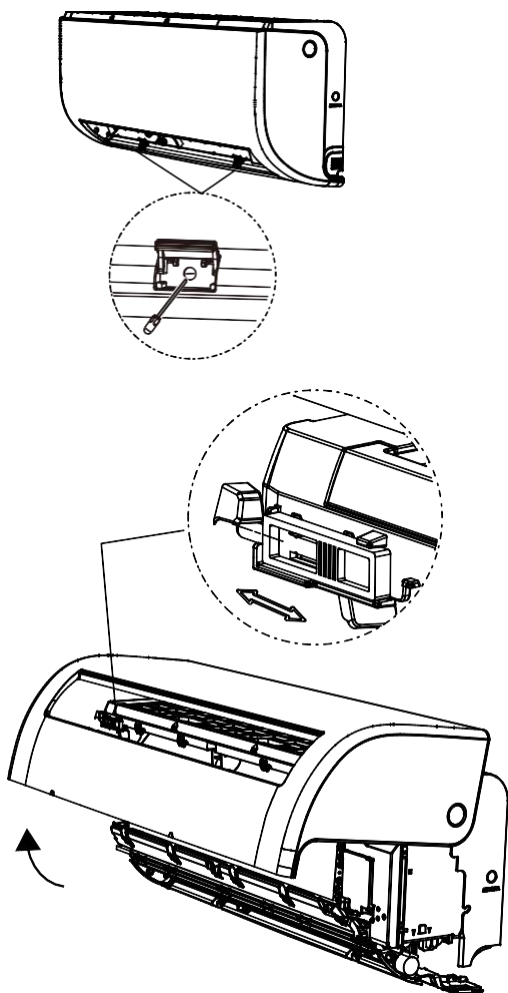

Abb. 4.7
- Öffnen Sie die vordere Abdeckung der Inneneinheit indem Sie die Schrauben lockern wie auf der Abbildung 4.7, dort befindet sich viel Platz zum Anbringen des Kabels.